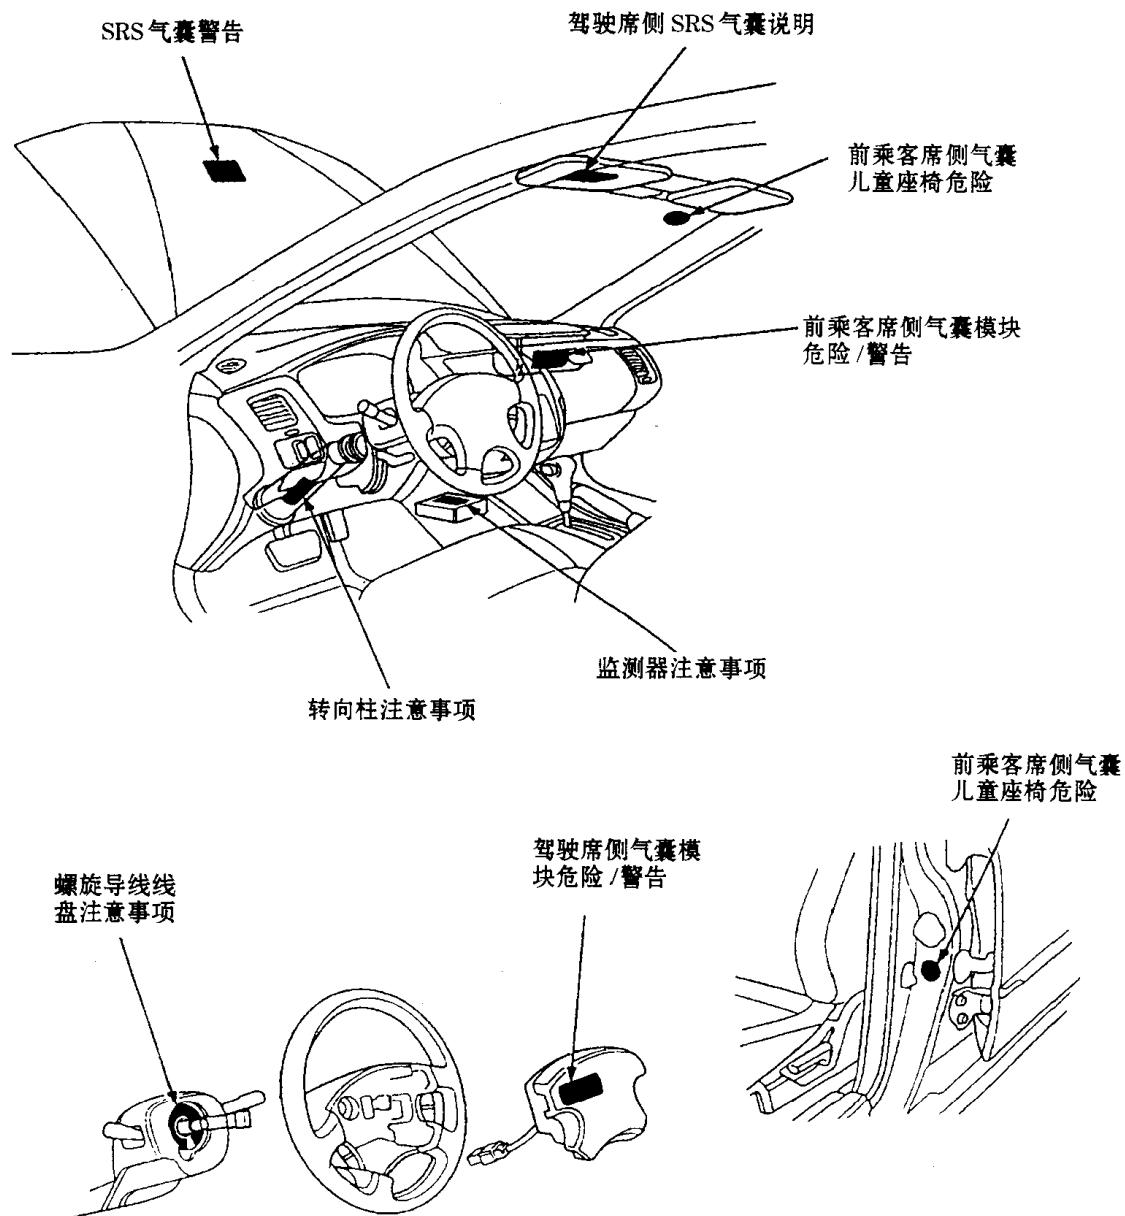

图 1-4 警告及注意事项提示牌的位置图(一)。
- (1) 发动机起动前检查各处油、水是否符合要求，检查整车装备及轮胎气压。起动后检查各仪表工作情况，各管路有无泄漏，驻车制动及行车制动是否有效。
(2) 行车中检查发动机及传动系有无异响,各仪表是否工作正常。行驶后检查各连接处是否有松动、断裂。
(3) 越野行驶后的检查。在越野行驶后,应对车辆下部加以检查,看轮胎、转向系、制动系、供油系、排气系统有无损坏,紧固件是否松动。还应注意把塞于车辆下部的异物除掉。
(4) 在通过泥泞、砂石地带后,应立即检查并清洗制动鼓、制动摩擦片及车桥上的转向节,以防沙粒引起过度磨损造成汽车突然制动。
(5) 汽车涉水到达干地后,应在行驶中踩几次制动,促使制动片迅速干燥。
(6) 车辆使用过程中使用人员要时刻注意车辆上的各种警告及注意事项提示牌中的警告与提示内容,广州本田雅阁轿车各种警告及注意事项提示牌的位置如图 1-4 和图 1-5 所示。